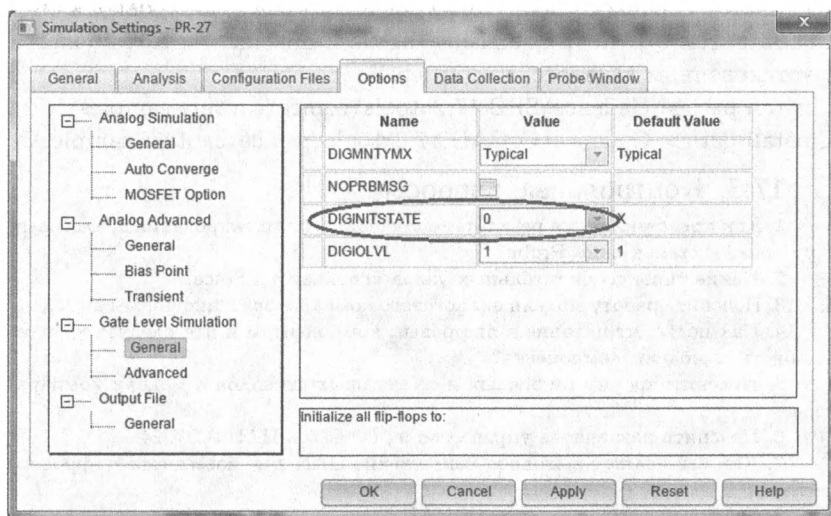

Рис. 17.6. Установка нулевого состояния цифровых схем
2. Перейдите на вкладку Options и выберите категорию Gate Level Simulation > General. Установите начальное значение цифровых схем нулевым: DIGINITSTATE = 0 (рис. 17.6). Закройте профиль моделирования.